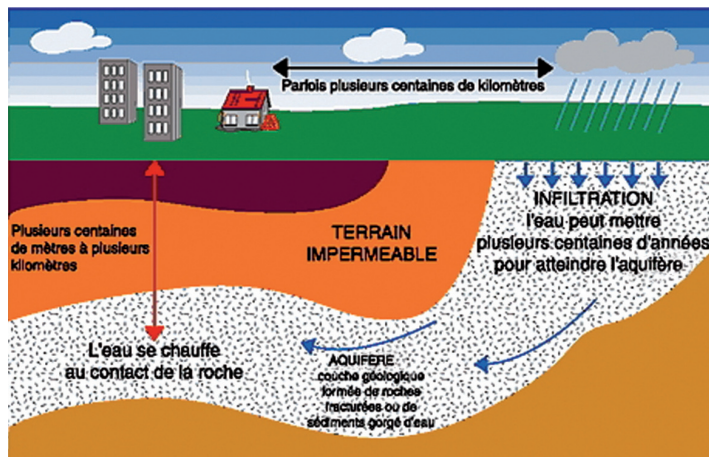

Fig. 7 - Principe de la géothermie
- le schéma de la géothermie (pompe à chaleur), Fig.7